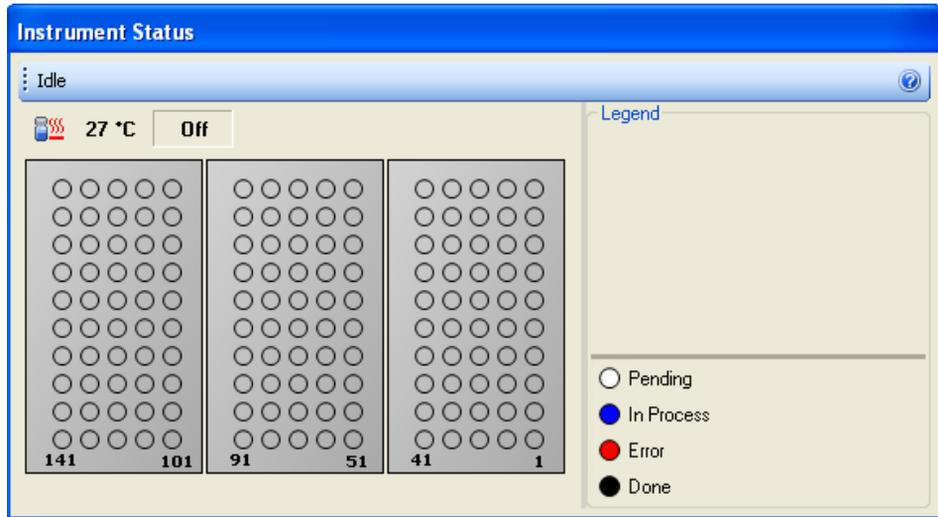

Abbildung 7 Gerätestatus
- 6 Rufen Sie das Bedienfeld des Gerätestatus (Abbildung 7) auf, um den aktuellen Status des Geräts anzuzeigen.